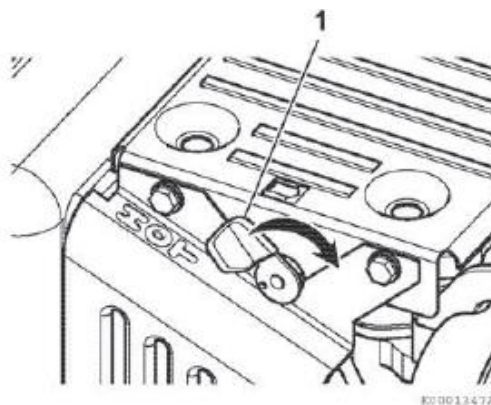

Рисунок 6
Данный двигатель оснащен рычагом декомпрессионным механизма (позиция 1, Рисунок 6).
4. Нажать на рычаг декомпрессионного механизма (позиция 1, Рисунок 6) вниз и отпустить. Рычаг декомпрессионного механизма автоматически вернется в исходное положение при запуске двигателя.
Некоторые двигатели серии L-N оснащены автоматическим внутренним механизмом декомпрессии и не имеют рычага декомпрессионного механизма (позиция 1, Рисунок 6). В этом случае необходимо соблюдать процедуру, указанную ниже.